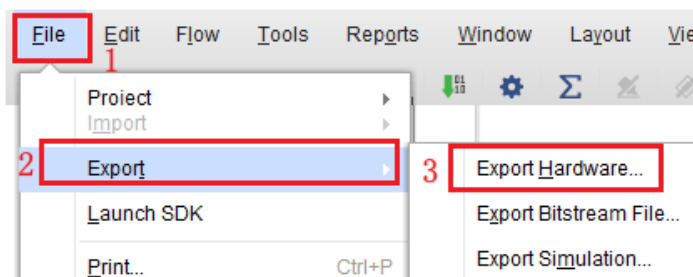

图 1-14 导出 bit 文件
1. 编译工程，然后依次点击 File->Export->Export Hardware，导出 bit 文件，如下图 1-14 所示。